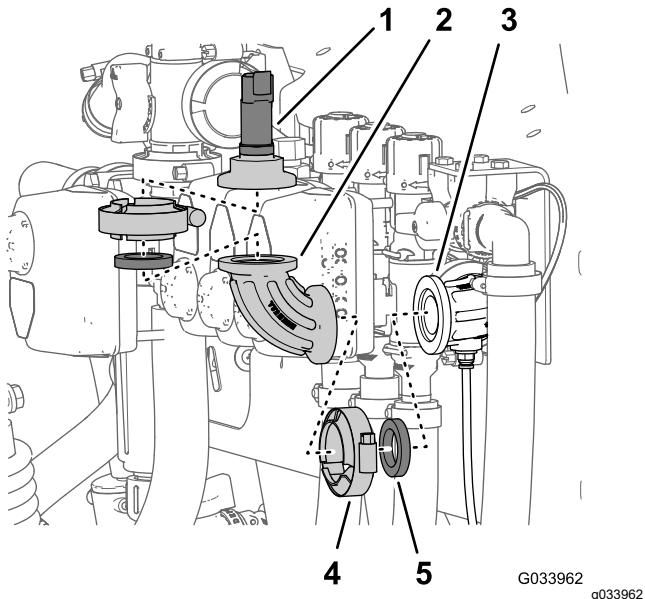

Bild 26
2. Entfernen Sie die Flanschklemme, mit der der Druckwandler am 90°-Anschlussstück befestigt ist, und nehmen Sie den Umwandler, die Dichtung und Flanschklemme ab (Bild 26).
3. Entfernen Sie die Flanschklemme, mit der das 90°-Anschlussstück am 90°-Anschlussstück mit einem Anschluss für den Messschlauch befestigt ist, und nehmen Sie das 90°-Anschlussstück, die Dichtung und Flanschklemme ab (Bild 26).